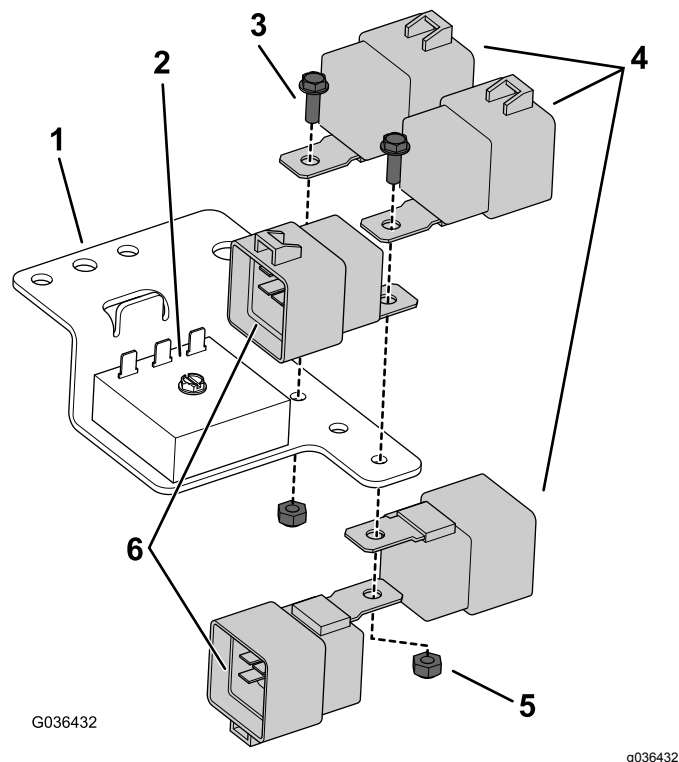

Figura 26
1. Instale cinco relés no suporte usando dois parafusos (10-24 x 0,56 pol.) e duas porcas de bloqueio (Figura 26).
- D. Ligue os três conectores da cablagem da plataforma e os dois conectores da cablagem de atraso da elevação aos cinco relés já montados no suporte. Consulte a Figura 26 relativamente à orientação correta.